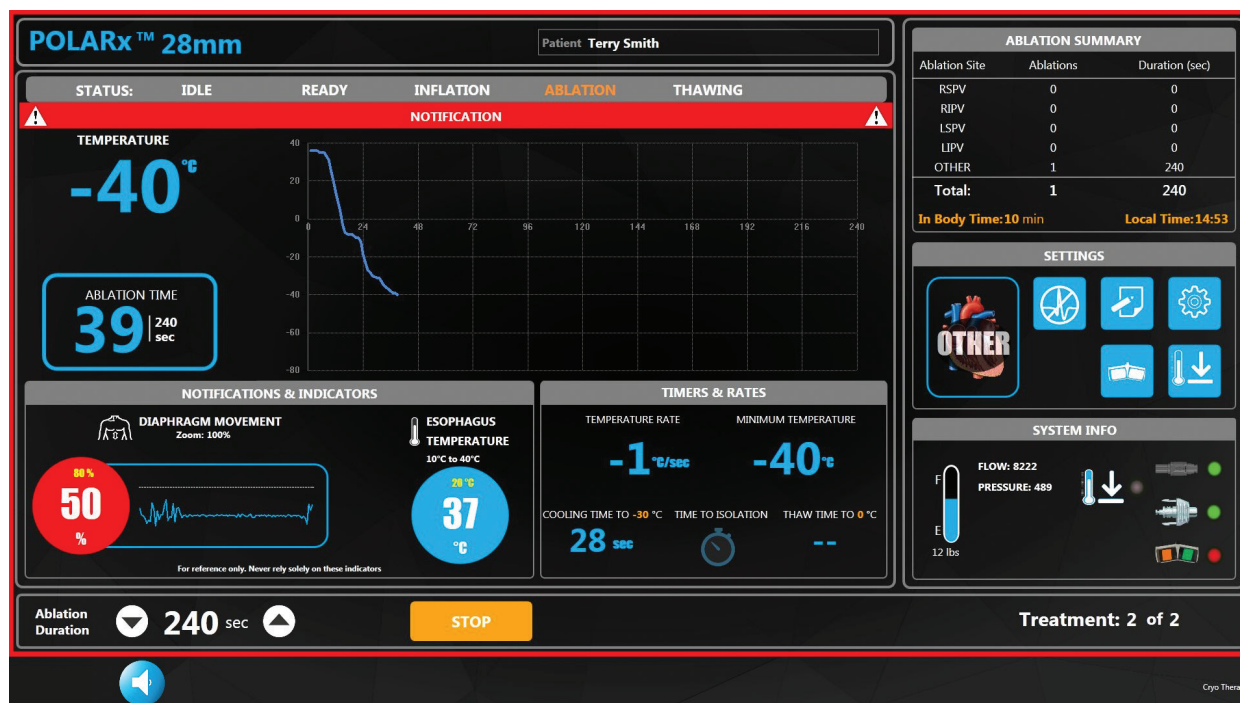

Figura 9. Alerta del sensor de movimiento del diafragma
- Seleccione el valor numérico al lado de **Diaphragm Sensor Limit** (Límite del sensor del diafragma). Ajuste el límite del sensor del diafragma al porcentaje deseado con las flechas arriba/abajo. Cuando el porcentaje alcanza el valor escogido en este campo, la lectura del sensor del diafragma en la pantalla Therapy (Terapia) cambiará al color rojo y parpadeará, un borde rojo alrededor de la pantalla también parpadeará y la barra de título del gráfico de temperatura parpadeará de color rojo; se emitirá una notificación audible cuando el porcentaje alcanza el valor escogido en este campo (Figura 9). La alerta puede mostrarse durante la fase de ablación.
- Los datos del movimiento del diafragma se trazarán en el gráfico Diaphragm Movement (Movimiento del diafragma) y la amplitud actual se mostrará como porcentaje. El porcentaje se basa en la respuesta medida al comienzo de la fase de ablación y disminuirá a medida que disminuya la respuesta del paciente a la señal de estimulación. Si el porcentaje alcanza el valor de referencia, el porcentaje de movimiento del diafragma actual se mostrará en un círculo rojo y parpadeará, un borde rojo alrededor de la pantalla también parpadeará, la barra de título del gráfico de temperatura parpadeará de color rojo y se emitirá una notificación audible (Figura 9). La alerta está presente durante la fase de ablación. Si la lectura del SMD es inferior al ajuste de sensibilidad del SMD, el gráfico del SMD indicará "No Pacing Detected" ("No se detectó estimulación"). El gráfico del SMD tiene una línea blanca que se ajusta al valor medio del SMD observado.